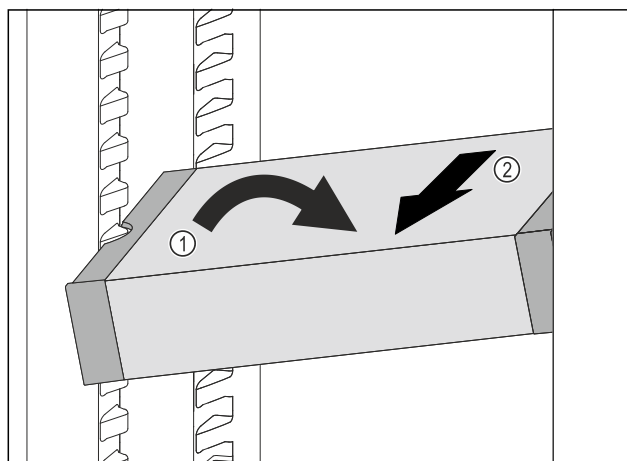

Fig. 129
- ▶ Coloque el VarioSafe en el compartimento del frigorífico en posición oblicua. Fig. 129 (1)
- ▶ Extraiga el VarioSafe hacia delante. Fig. 129 (2)